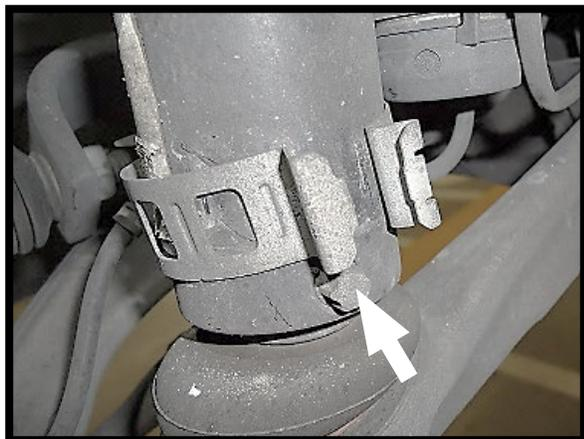

图8
6. 剪断扎带 · 拆下制动管路支架和底部固定卡箍。(图8 · 9 · 10 · 11)